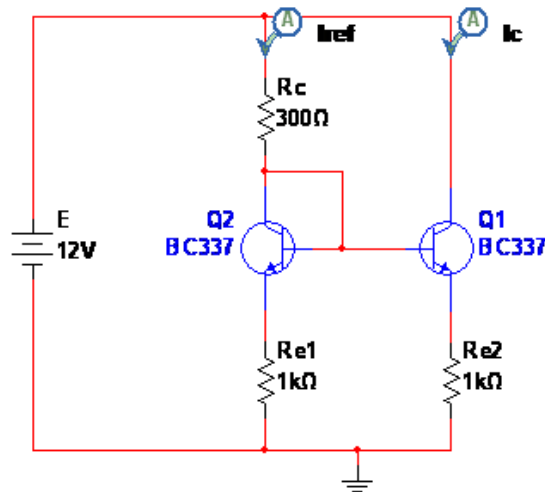

Figure 4 : miroir de courant à base de transistor bipolaire
1. Réaliser le montage de la figure 4.